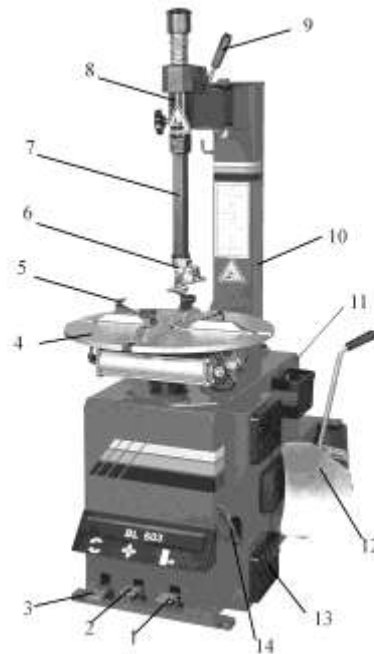

Рис.2
- 2) Нажмите педаль вращения стола (3, рис.2). Монтажный стол должен вращаться по часовой стрелке. Поднимите педаль. Стол должен вращаться против часовой стрелки.
- 3) Нажмите педаль отжима крышки (1, рис.2) до срабатывания лопаты отжима. При отпускании педали она должна вернуться в исходное положение.
- 4) Нажмите педаль зажима кулачков (2, рис.2) для разведения кулачков. При повторном нажатии на педаль кулачки сходятся.
3) Установите колесо на монтажный стол (4, рис.2).
Поместите четыре кулачка (5, рис.2) в положение, отмеченное маркировкой на столике, выжимая до половины вниз педаль зажима (2, рис.2).
5) Опустите штангу (7, рис.2), пока монтажная головка (6, рис.2) не окажется рядом с ободом над колесом. При помощи блокировки зафиксируйте положение штанги.
7) Поднимите закраину покрышки на носик монтажной головки. Для этого вставьте монтажную лопатку между закраиной шины и носиком монтажной головки, затем приподнимите педаль вращения стола (3, рис.2).
9) Удерживая монтажную лопатку (14, рис.2) в нужном положении, вращайте стол по часовой стрелке, полностью выжав педаль вращения стола. Продолжайте, пока шина полностью не отделится от обода.
3) Зафиксируйте обод колеса при помощи внутренних частей кулачков (5, рис.2).
4) Замечание: если вы работаете с ободами одного и того же размера, нет необходимости постоянно фиксировать и освобождать штангу. Вместо этого сдвиньте в сторону плечо (8, рис.2) с зафиксированной штангой (7, рис.2).